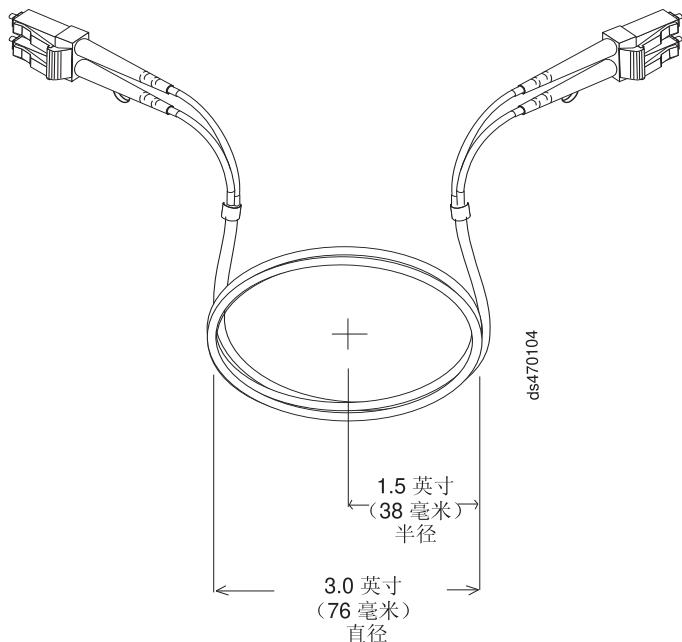

图 19. 建议的光缆弯曲和环路规格
- 在存放过长或未使用的光缆时, 请勿将光缆弯曲到直径小于 76 毫米 (3 英寸) 或半径小于 38 毫米 (1.5 英寸), 也不要让光缆卷在一起。请参阅第 34 页的图 19。